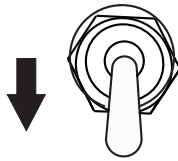

Figure 18. Commutateur de commande du ralenti (ARRÊT)
- Placer le commutateur de commande du ralenti (Figure 18) en position **ARRÊT**. Cela permettra au moteur d'atteindre un régime d'environ 3600 tr/min.
Placer le commutateur de commande du ralenti en position **ARRÊT** (Figure 18) permet au moteur de fonctionner à un régime maximal d'environ 3600 tr/min.